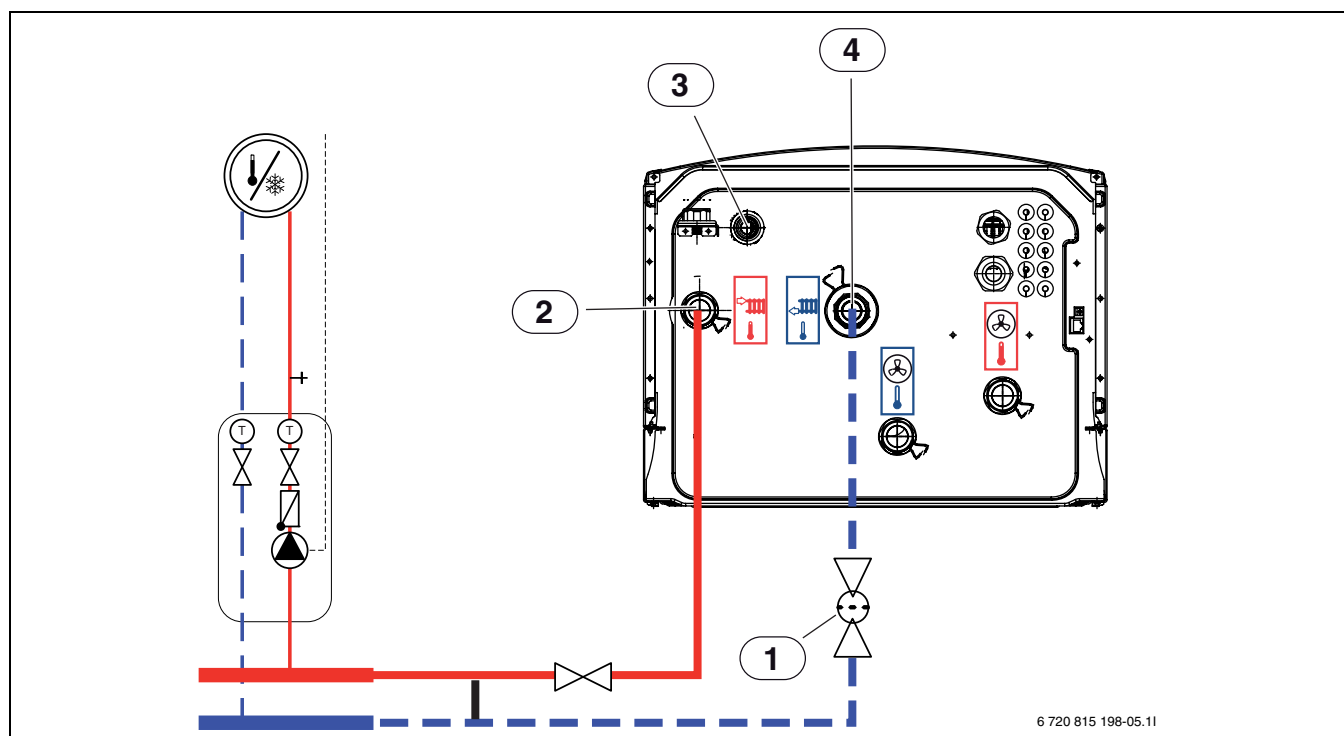

Fig. 39 Conexión de la unidad interior con resistencia eléctrica ACE a la bomba de calor y a la instalación de calefacción
- Colocar la salida de la válvula de seguridad de [3], fig. 39, hacia abajo en una salida libre de heladas.
- Conectar el retorno de la instalación de calefacción a [4], fig. 39.
- Conectar la alimentación a la instalación de calefacción a [2], fig. 39.